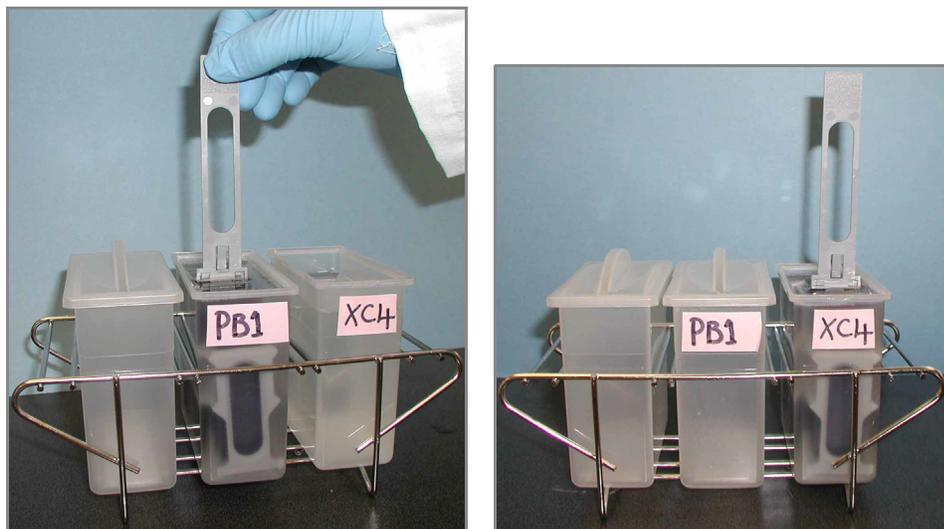

Рис. 184 Перемещение чипов BeadChip из емкости с PB1 в емкость с XC4
12. Извлеките штатив для окрашивания из емкости с реактивом РВ1 и поместите его сразу в емкость с реактивом ХС4 (Рис. 184). Этикетки со штрихкодами чипов BeadChip должны быть **направлены в**